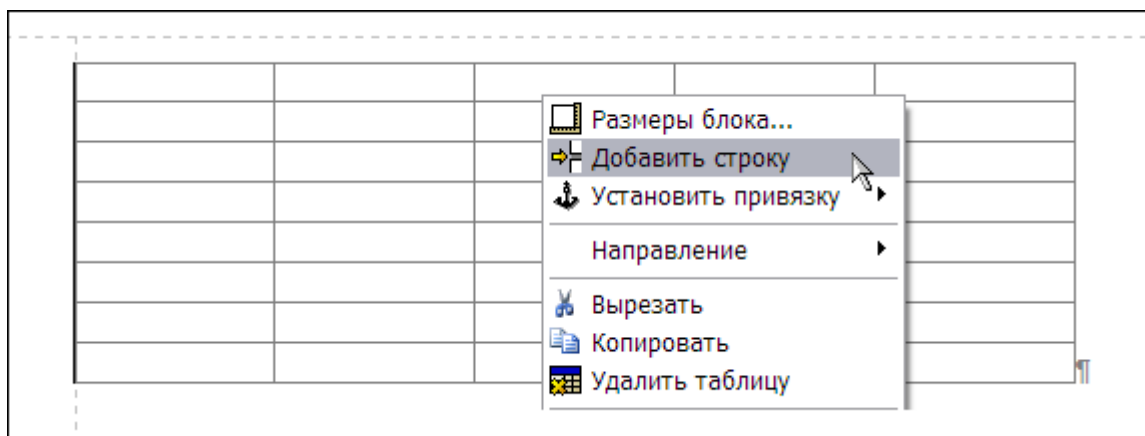

Рис. 5.59
3. В контекстном меню выберите команду **Добавить строку** (**Добавить столбец**) (Рис. 5.59).